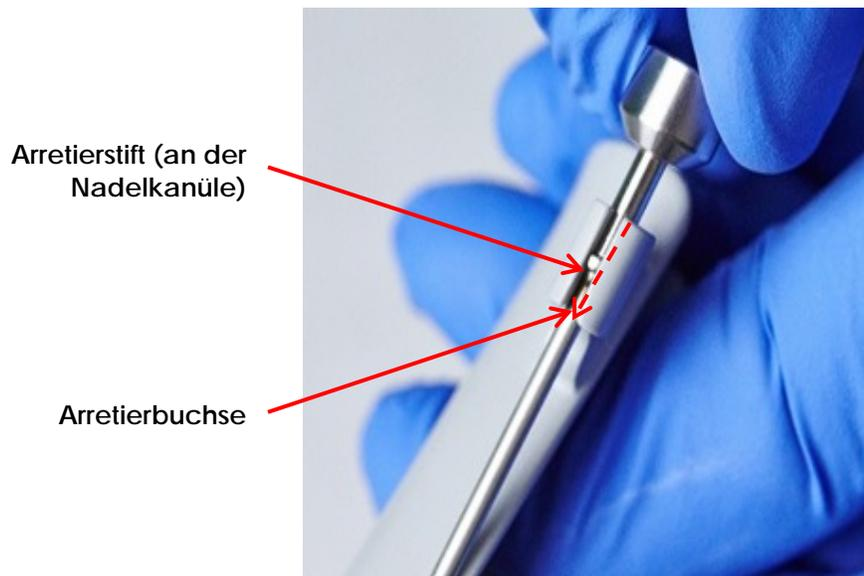

Abbildung 7: Arretieren der Nadelkanüle
2. Richten Sie den Arretierstift an der *Arretierbuchse* der *Kunststoffkomponente* aus und schieben Sie ihn durch die gesamte *Arretierbuchse* (siehe Abbildung 7).